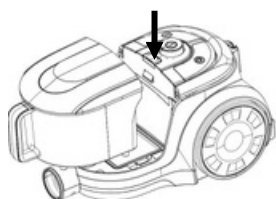

Рис. 1
1. Нажмите кнопку на ручке пылесборника. (Рис. 1)